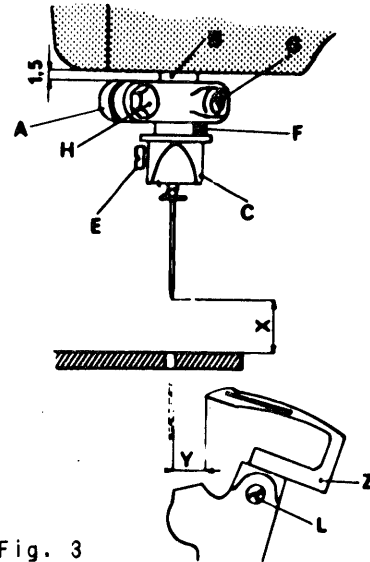
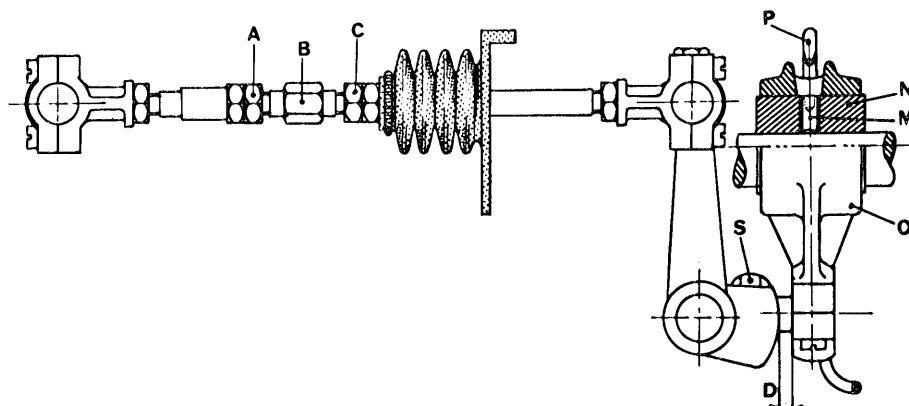

Fig. 3
Fig. 10
- S. 1651.00 per esecuzione quote come da fig. 3
- S. 1652.00 per esecuzione quote come da fig. 10
3. Posizionamento dell'ago (fig. 3)
- Inserire fino in fondo il crochet Z nell'apposita sede e bloccarlo sul piano del gambo con la vite L (fig. 3).
- Eseguire la misura D (fig. 10) col calibro S. 01652.00 per biella comando crochet agendo sul dado S.
- Ricercare la misura Y (tabella fasature) dalla punta del crochet alla tangente destra dell'ago (fig. 3).
- Allentare i controdadi A e C (fig. 10) e ruotare il perno B in un senso o nell'altro fino ad ottenere la misura Y (fig. 3 - calibro S. 1651.00).
- Bloccare leggermente i due controdadi A e C (fig. 10).
- Se la corsa del crochet e' ritardata o anticipata, bisogna allentare i due grani interni M dell'eccentrico N della biella O (fig. 10) e, tenendo fermo l'eccentrico M, ruotare il volantino della macchina in modo da ottenere la condizione voluta.
- Nota: se questa condizione non si verificasse, si deve allungare o accorciare la corsa del crochet agendo sulla vite S (fig. 10) variando così la quota D. In questo caso si devono poi rivedere tutte le condizioni di fasatura eccetto quelle descritte nel primo capoverso.
- Bloccare i controdadi A e C (fig. 10).
Nota: quando si sposta la biella per eseguire la misura D (fig. 10), tenere presente che l'eccentrico N sia sempre centrato rispetto alla testa di biella O. In caso di eccessivi spostamenti, modificare la posizione del tuopetto di lubrificazione P spostandolo adeguatamente in modo che la mezzeria coincida con il centro del foro esistente sulla testa di biella O.